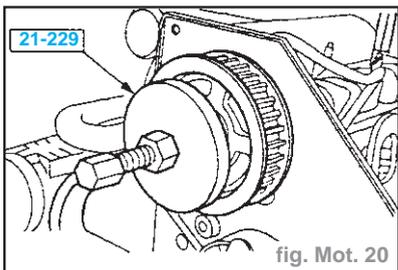

fig. Mot. 20
- Desserrer le pignon de distribution à l'aide de l'outil spécial. (fig. Mot. 20).